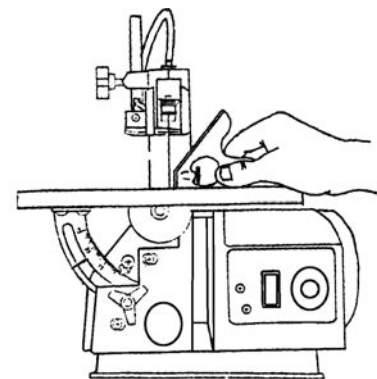

Figure 5
2. Placez une petite équerre sur la table contre la lame pour vérifier si la table est à 90° de la lame, voir Fig.5. Si un ajustement est nécessaire, montez ou descendez la table jusqu'à qu'elle soit à 90° de la lame et reserrer le bouton de verrouillage de la table.